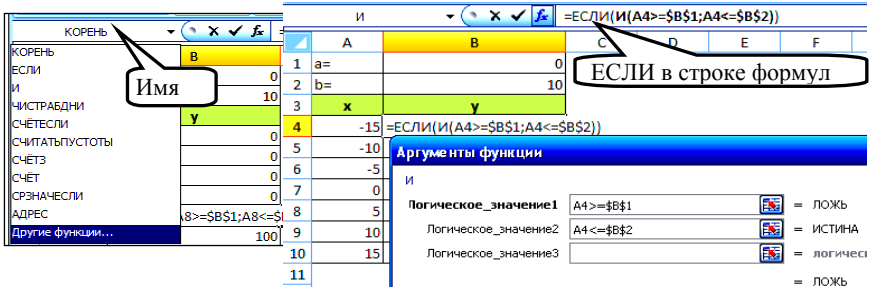

Рис. 3.10. Использование функции И
4. В поле *Логическое значение1* набрать условие  $x \geq a$ , в поле *Логическое значение2* набрать условие  $x \leq b$ . Не закрывая функции **И**, щелкнуть в строке формул на слове ЕСЛИ для возврата в функцию **ЕСЛИ** (рис. 3.10).